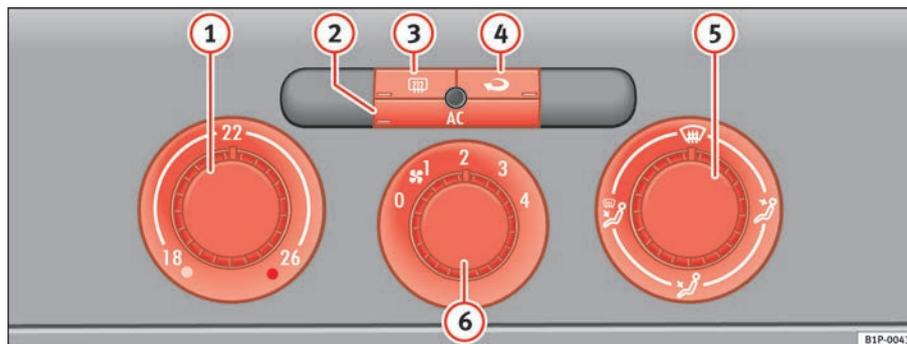

Fig. 108 Mandos del Climatic en el tablero de instrumentos
- Con los reguladores ⇒ fig. 108 (1) y (5) y con el mando (6) se regula la temperatura, la distribución del aire y la velocidad de la turbina.
- Pulse la tecla (2), (3) o (4) para activar o desactivar la función correspondiente. Cuando la función está activa, la ventana situada en la esquina inferior de la tecla se ilumina.
- (1) Regulador de temperatura ⇒ página 152
- (2) Tecla (AC) – Encender o apagar el grupo refrigerador ⇒ página 152
- (3) Tecla (☐) – Luneta térmica. Esta función se apaga automáticamente aproximadamente 20 minutos después de haberla conectado. Se puede desconectar antes pulsando de nuevo la tecla.
- (4) Tecla (↻) – Recirculación de aire ⇒ página 154
- (5) Regulador de la distribución de aire ⇒ página 152
- (6) Mando de la turbina. El caudal de aire tiene 4 niveles de ajuste. La turbina debería funcionar siempre en el nivel más bajo cuando se circule a poca velocidad. ▶
- Encienda el climatizador con la tecla ⇒ **página 151, fig. 108**